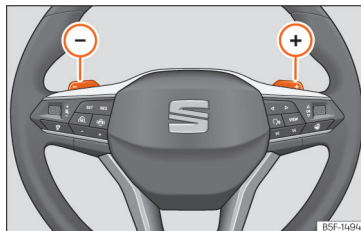

Fig. 125 Volante: palancas para cambio automático.
- Pulse la leva de cambio  para insertar una marcha superior >>> **fig. 125**.